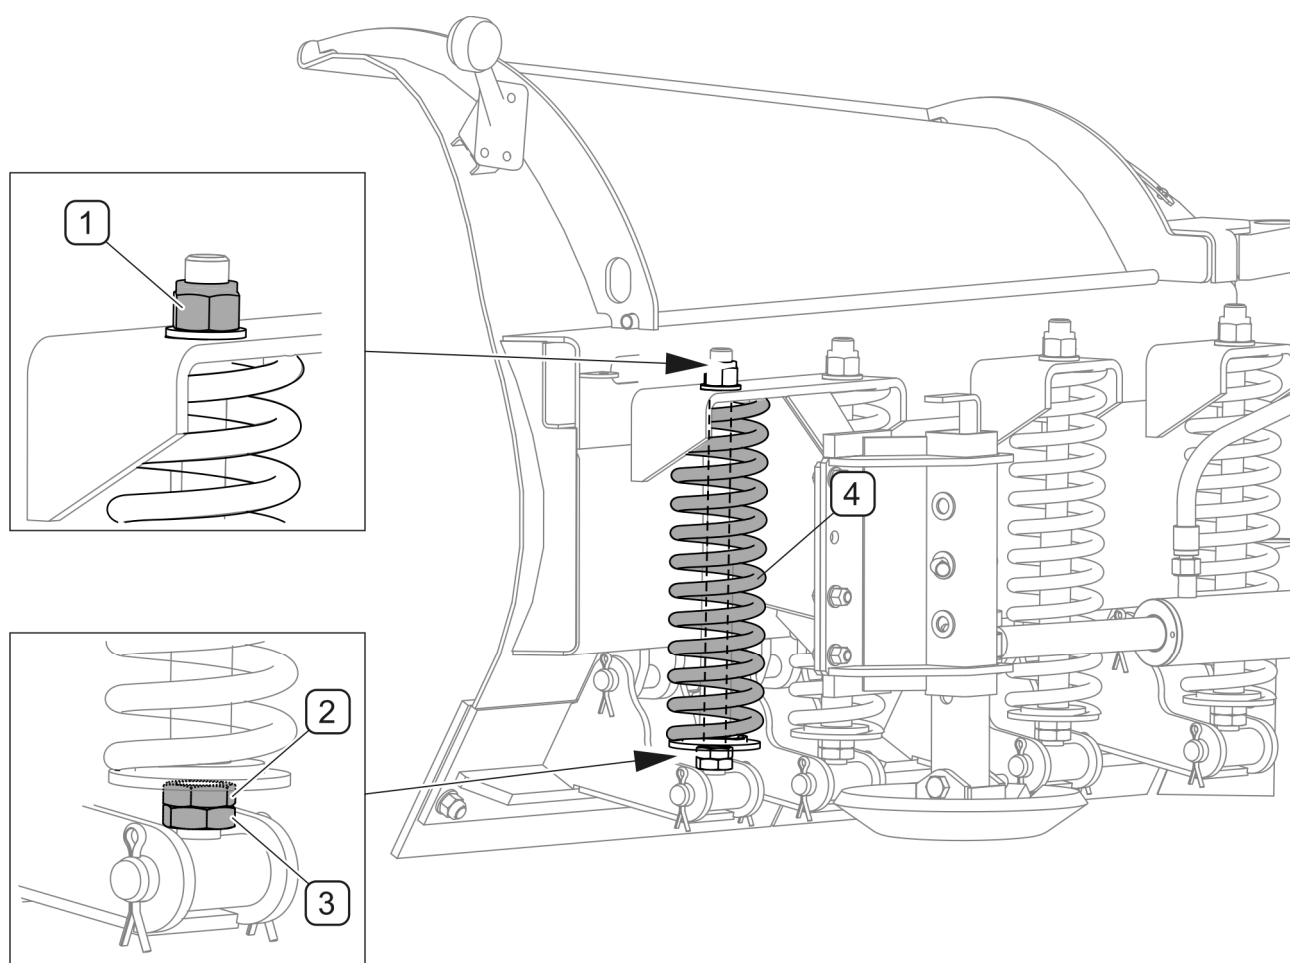

FIG 5.5 Justering af plovskær
Sneploven er forsynet med vippebare plovskærsegmenter. De enkelte segmenter af plovskær (FIG 5.5) kan – så snart de har påkørt en forhindring – bøjes bagud og vende tilbage til driftsposition takket være støddæmpende fjedre. Plovskærene giver mulighed for at justere hældning og stramning af fjedrene. Hældning af et af plovskærets segmenter justeres vha. møtrik (1), hvorimod møtrik (2) giver mulighed for at justere fjederstramning (4) efter forudgående løsning af kontramøtrikken (3).